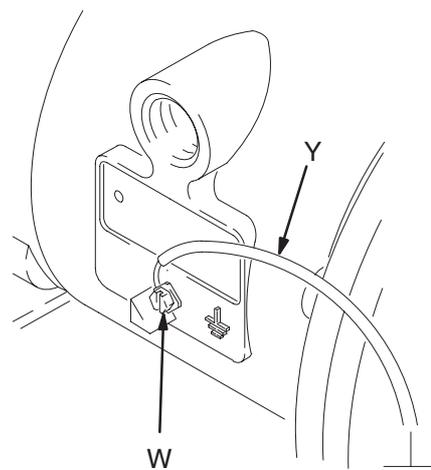

Fig. 1
Le Polypropylène et le Kynar ne sont **pas** conducteurs. La fixation du câble de terre sur la borne de terre n'assure que la mise à la terre du moteur pneumatique. En cas de pompage de produits conducteurs inflammables, **toujours** mettre l'ensemble du circuit produit à la terre en veillant à ce que le produit soit raccordé électriquement à une véritable terre. Voir Fig. 1.
- **Moteur pneumatique:** brancher un fil et une pince de terre et comme indiqué à la Fig. 1. Desserrer la vis de terre (W). Introduire l'extrémité d'un fil de terre (Y) d'au moins  $1,5 \text{ mm}^2$  derrière la vis de terre et bien serrer celle-ci. Raccorder la pince d'extrémité du fil de terre à une véritable terre. Commander la réf. no. 237569, fil et pince de terre.